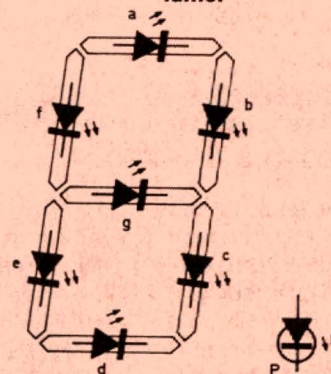
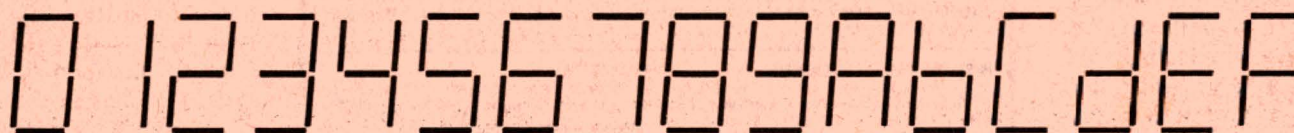
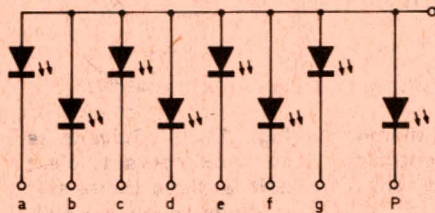

Fig. 15. - Constitution d'un afficheur 7 segments avec point décimal.
Fig. 16. - Représentation des symboles alphanumériques de 0 à F.
Fig. 17. — Equivalent électrique d'un afficheur 7 segments à anode commune.
Comme son nom l'indique, ce composant est constitué par 7 diodes électroluminescentes dont la partie lumineuse se présente sous forme de segments désignés par les 7 premières lettres de l'alphabet. La plupart de ces afficheurs possèdent un point lumineux (P) visualisant une virgule (fig. 15). Non seulement les chiffres de 0 à 9 peuvent être représentés mais également les lettres de A à F, ce qui est pratique si on se sert du système hexadécimal, comme par exemple dans les microprocesseurs (fig. 16). Les diodes de l'afficheur ont une liaison commune de toutes les anodes (fig. 17) ou de toutes les cathodes.